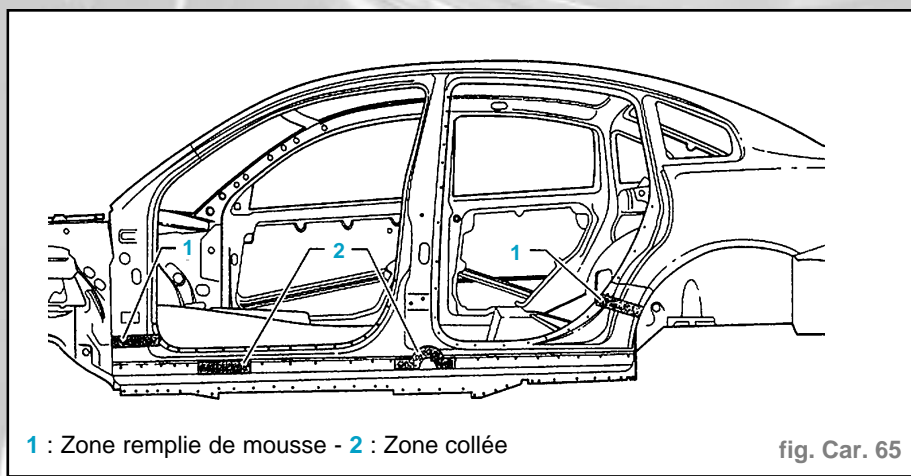

fig. Car. 65
- Les restes de mousse doivent être autant que possible éliminés par grattage avant les travaux de meulage (fig. Car. 65).